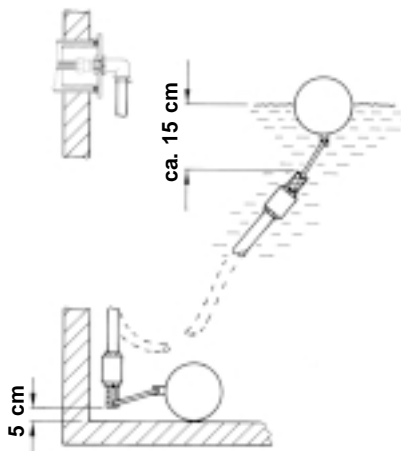

Bild 2
- Bei senkrecht ausgerichteter Schwimmenden Entnahme muß 5 cm Freiraum unter dem Seier sein, siehe Bild 2.
- Den Schlauch der Schwimmenden-Entnahme mittels der Schlauchschelle dicht und fest an der Schlauchtülle der 90° Tankdurchführung befestigen, siehe Bild 2.
- Befestigen Sie den Auftriebskörper an den Haltebügel des Seiers, siehe Bild 2.
- Bei gefülltem Auffangbehälter muß sich die Schwimmende Entnahme frei bewegen können und darf gegen keinerlei Hindernisse stoßen. Nutzen Sie hierbei den Drall des Schlauches aus. Die Wasserentnahme erfolgt ca. 15 cm unterhalb der Wasseroberfläche. Dadurch wird nur sauberstes Wasser Ihrer Regenwassernutzungsanlage zugeführt, siehe Bild 2.